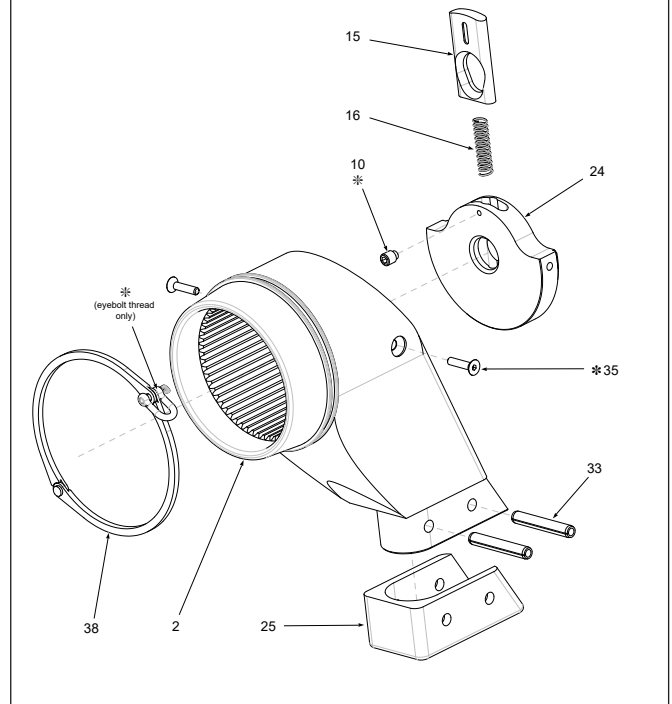

図16: リアクションアームの展開図
7.2.4 リアクションアーム - 分解と再組み立て(図16)